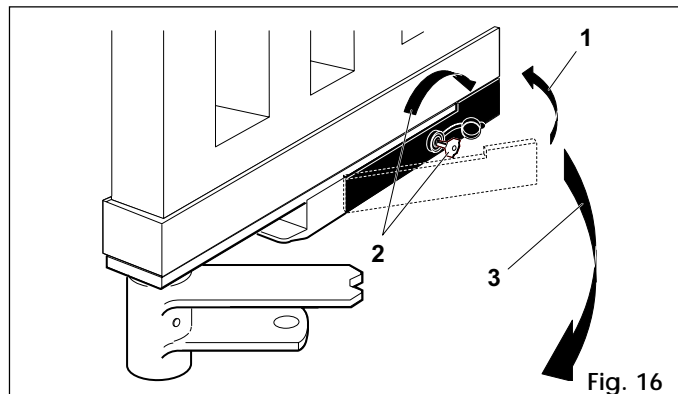

Fig. 16
- ramener la clé dans sa position de repos (fig. 16-rep. 1)
- insérer la clé de déverrouillage dans la serrure et la tourner jusqu'à l'arrêt dans la direction opposée au pilier (fig. 16-rep. 2)
- actionner manuellement le vantail jusqu'à l'engagement de la serrure sur la patte de blocage (fig. 16-rep. 3)